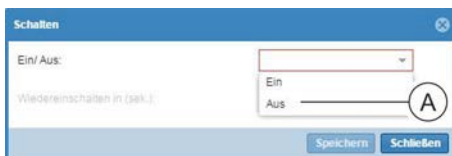

Abb. 147: Fenster "Schalten"
5. ➤ Im Fenster "Schalten" im Auswahlménü „Ein/Aus“ den Parameter „Aus“ auswählen (Abb. 147/A).